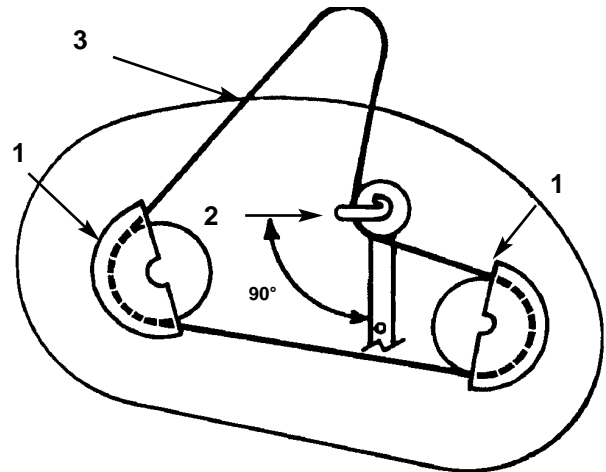
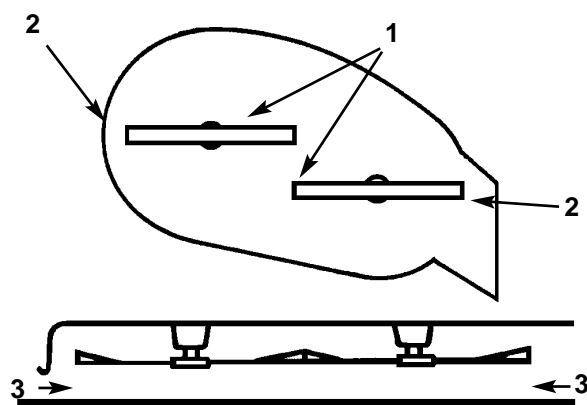

Figure 48
Figure 49
2. Déposer les vis de montage des carter de poulies et déposer les carter des deux poulies de lame (Fig. 48).
3. Desserrer, sans les déposer, le boulon et l'écrou retenant la poulie de renvoi et le guide de la courroie (Fig. 48).
2. Orienter le guide de courroie de la poulie de renvoi vers la gauche, à 90° par rapport au bras de renvoi (Fig. 48). Serrer le boulon de montage le contre-écrou retenant la poulie de renvoi et le guide de courroie.
3. Poser les carter droit et gauche des poulies à l'aide des vis de montage (Fig. 48).
4. Faire tourner doucement la(es) lame(s) côte à côte (Fig. 48). Mesurer la distance entre les arêtes tranchantes extérieures et la surface plane (Fig. 49). Si les deux mesures font plus ou moins de 4,762 mm, un réglage devra être effectué; se reporter aux points 5 et 6.